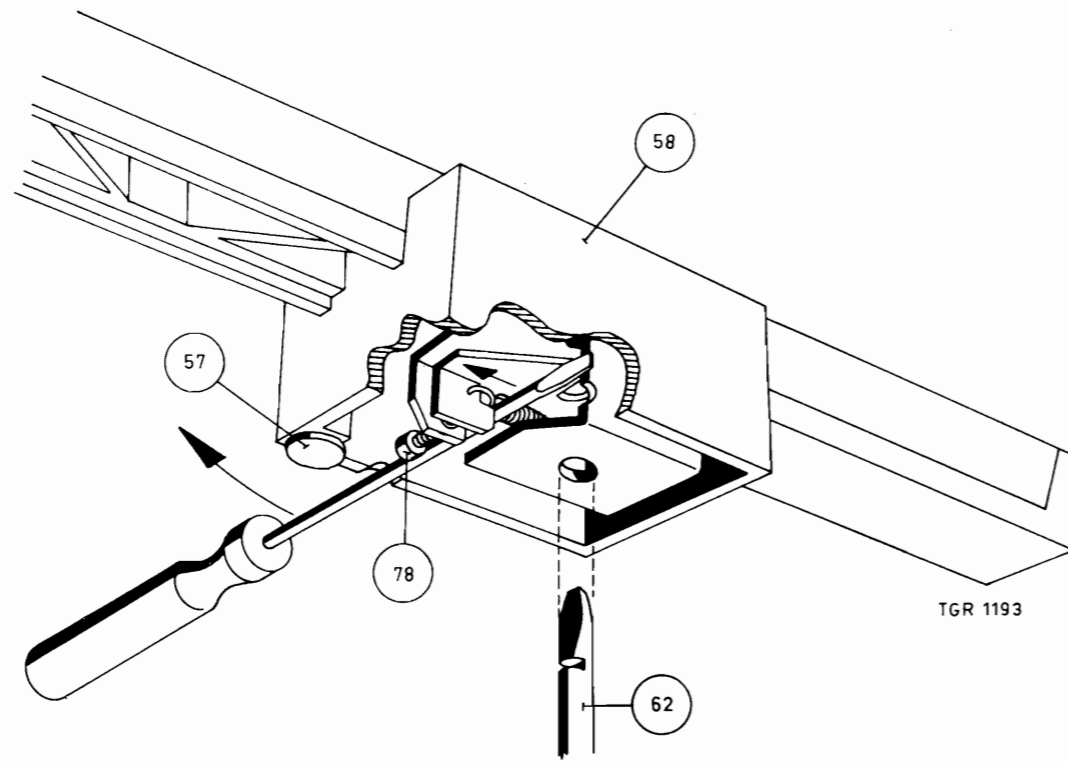

Fig. 4
Verwijder de schroeven pos. 1 en pos. 2 aan de onderzijde van het apparaat. Trek het soldeersteuntje van het PU-snoer uit de gleuven en verwijder het PU-snoer uit de uitsparingen van plaat pos. 84 onder de toren pos. 77. Hierdoor ontstaat er meer ruimte in het snoer om de PU-arm te verwijderen. Steek een kleine schroevendraaier in de ophangbeugel van de PU-arm en druk deze tegen de veerkracht in naar de voorzijde van het apparaat (zie fig. 4). De PU-arm kan nu naar boven worden afgelicht. Nu kan ook de toren pos. 77 verwijderd worden, waardoor het apparaat voor de meeste reparaties en controle te bereiken is en het apparaat nog volledig werkt.
Plaats de toren pos. 77 op het apparaat en monteer de schroeven pos. 1 en pos. 2 aan de onderzijde van het apparaat. Breng het PU-snoer aan in de uitsparingen van sam. plaat 84 en plaats het soldeersteuntje in de gleuven. Breng de PU-arm aan op de as met behulp van een kleine schroevendraaier (zie fig. 4).
Instellen met schroef pos. 57 met kleine schroevendraaier boven op de PU-arm (zie fig. 4).
De opzetmaat van de PU-arm kan geregeld worden met schroef 78 onder de PU-arm (zie fig. 4).